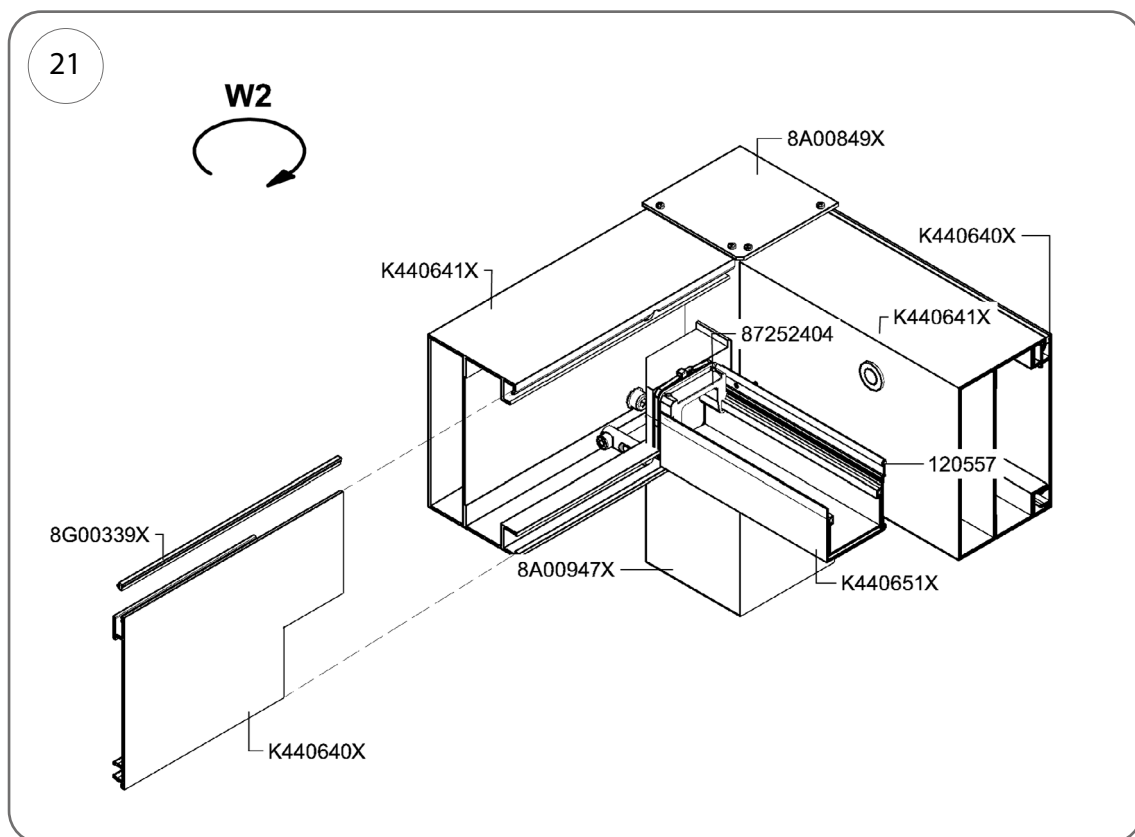

Fig. 21
- Deux assemblages de gouttières sont terminés par des coudes, réf. 8A00947X lorsque le drainage du toit est assuré par 4 poteaux (Fig. 21),